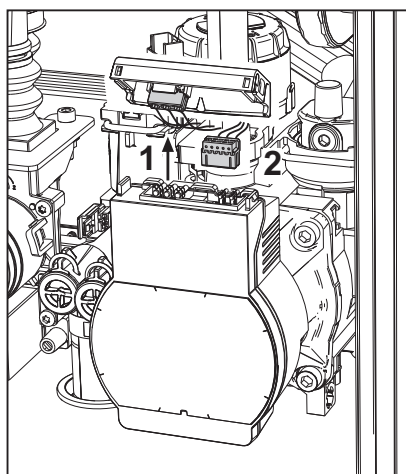

рис. 30
- Отключите электропитание циркуляционного насоса, высвободив соединения путем поднятия детали "1" на рис. 30.